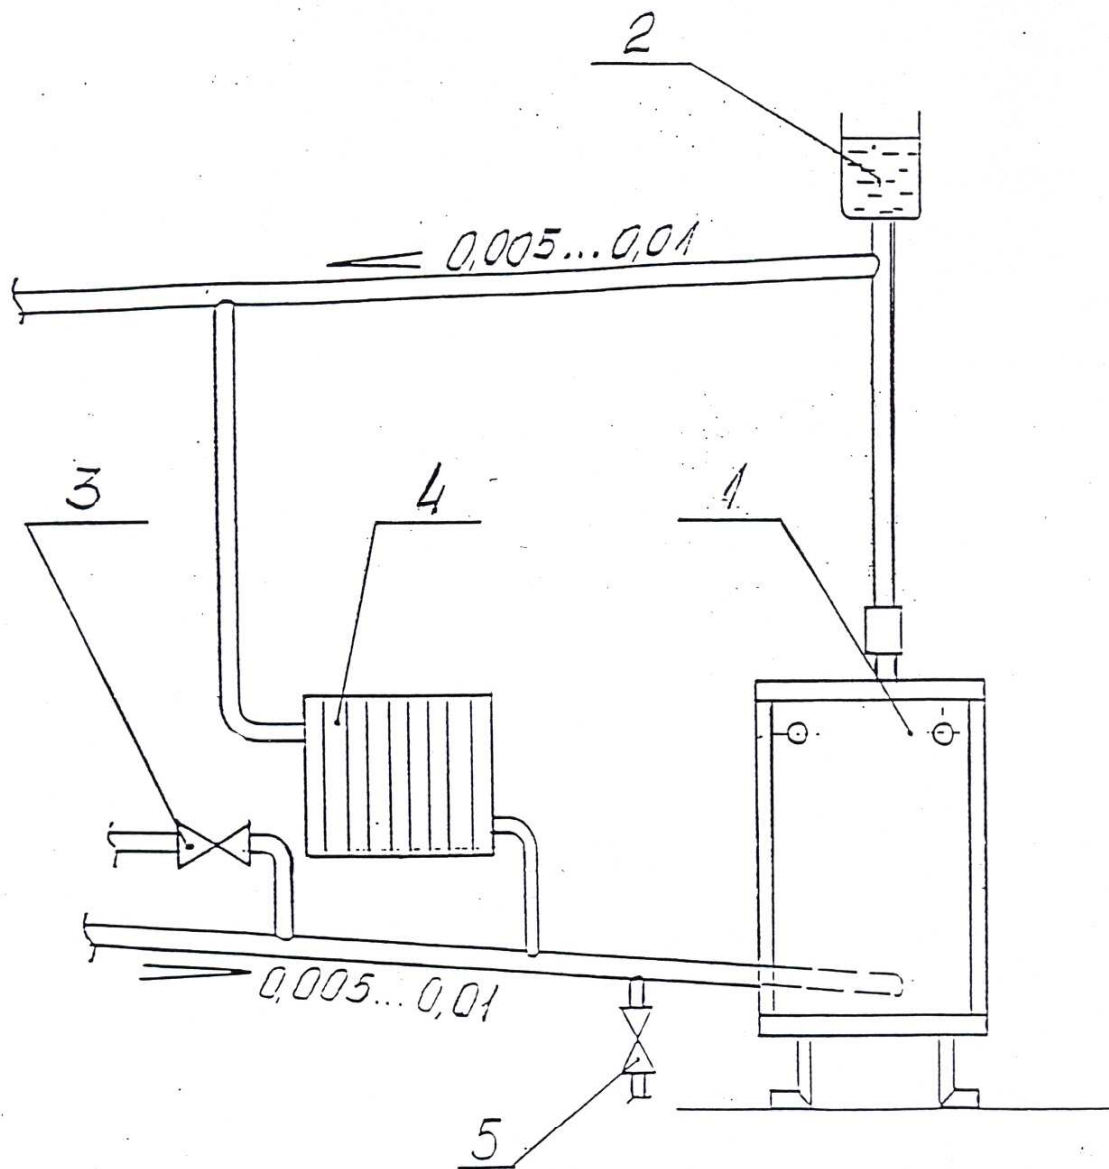

Рис. 6 Рекомендуемая схема разводки отопительной системы.
5.3. Рекомендуемые схемы систем отопления приведены на рис. 6,7.